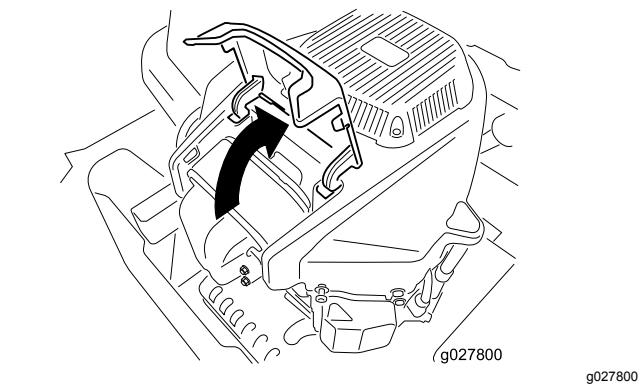

Figure 40
4. Soulevez le couvercle et dévissez le filtre à air pour le déposer du moteur (Figure 40).